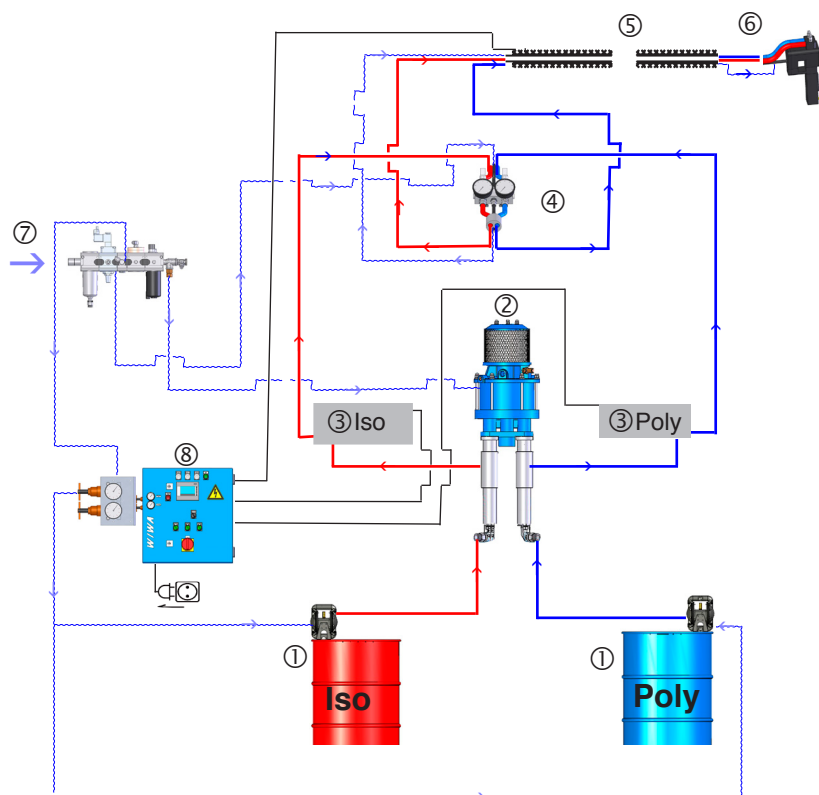
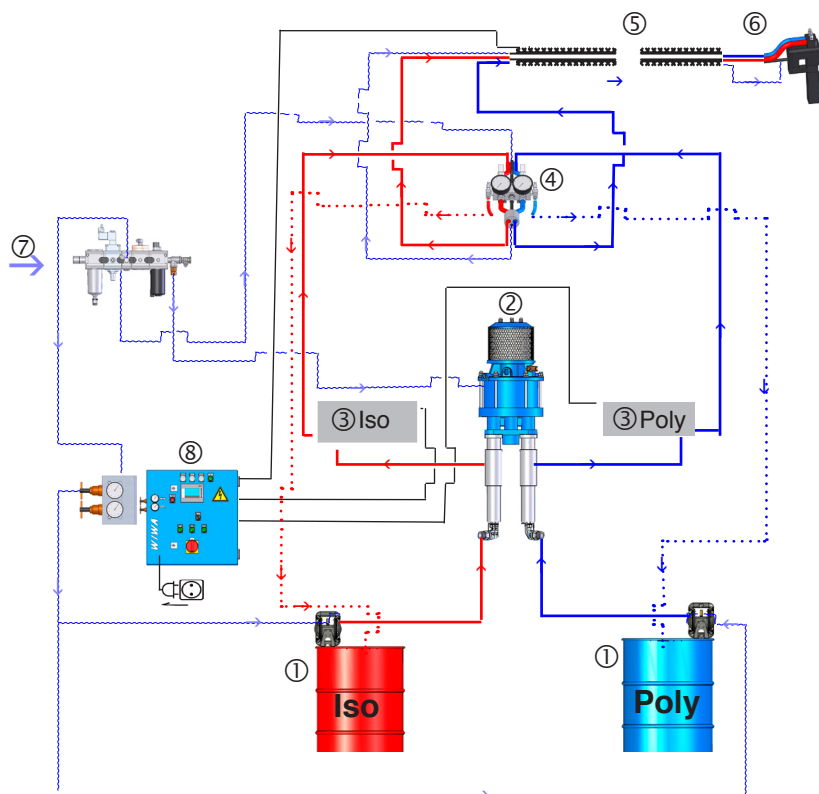

Figure 3.5.
Figure 3.6.
① (Figure 3.5.) + (Figure 3.6.)
▼ ⑦ (Figure 3.5.) + (Figure 3.6.)
▼ ⑧ (Figure 3.5.) + (Figure 3.6.)